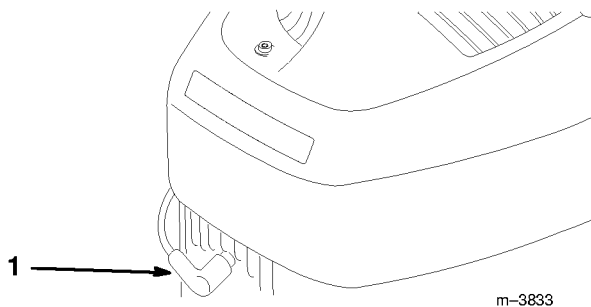

Figure 25
4. Visser la bougie à la main puis la serrer à 20 N·m (180 po.-lbs - 15 pi.-lbs) (Fig. 25).
- Une fois l'entretien terminé, rebrancher le fil de bougie (Fig. 25).
- Débrancher le fil de bougie (Fig. 25).
1. Débrancher le fil de bougie (Fig. 25).
**Remarque:** L'écrou de lame doit être remplacé après avoir été monté et démonté quatre (4) fois. La capacité de serrage diminue et l'écrou risque de se desserrer s'il n'est pas remplacé.
5. Une fois l'entretien terminé, rebrancher le fil de bougie (Fig. 25).